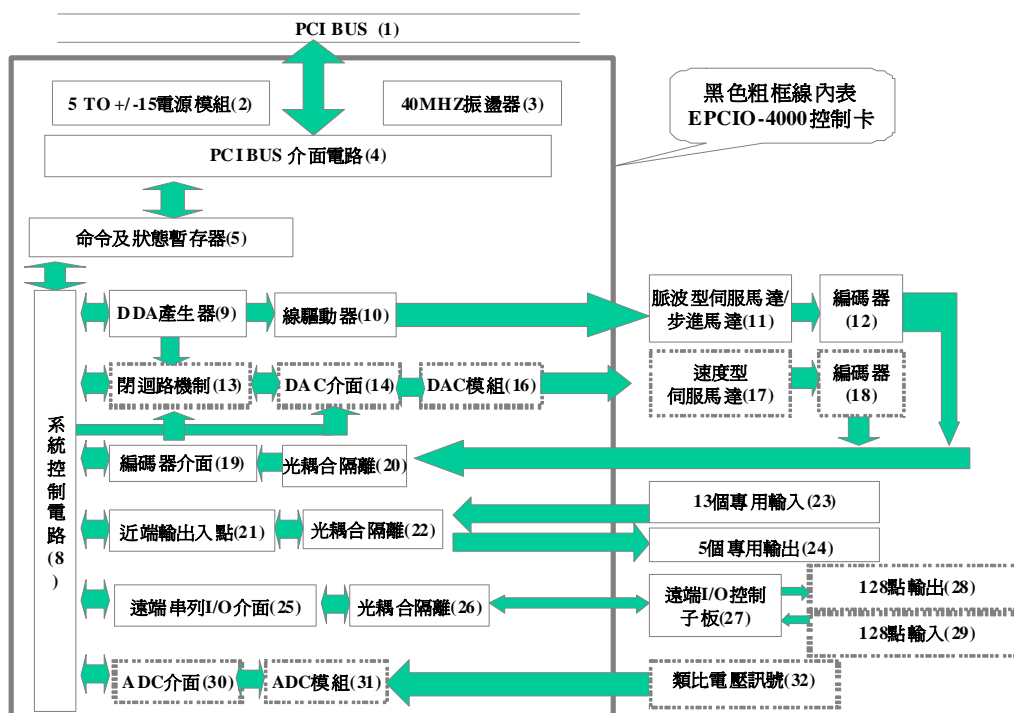

Fig.1-2
說明: Fig 1-2 虛線說明:
參考系統方塊圖Fig1-2，PC端藉由驅動程式或MCCL下達定位指令，並經由PCI BUS(1)傳至EPCIO-4000/4005 卡上之PCI BUS介面電路(4)，此時經由命令及狀態暫存器(5)及系統控制電路(8)解譯指令並驅動內部之DDA產生器(9)均勻送出脈波Pulse(可選擇為A/B Phase，CW/CCW，及Pulse/Direction等三種格式)，脈波再經由線驅動器(10)以Differential訊號型式送至外界馬達驅動器以驅動脈波型伺服馬達/步進馬達(11)，如有需要時馬達編碼器(12)訊號亦可經由光耦合隔離(20)進入編碼器介面(19)，再經由系統控制電路(8)放至命令及狀態暫存器(5)，供驅動程式讀取。
參考系統方塊圖Fig.1-2，PC端藉由驅動程式下達指令，並經由PCI BUS傳至EPCIO-4000，EPCIO ASIC此時解譯指令並驅動內部之DDA產生器(9)均勻送出脈波，脈波再送至閉迴路機制(13)，於此同時迴授馬達編碼器(18)之訊號(DIFFERENTIAL DRIVE 型式)經由連接頭進入EPCIO-4000，再經由光耦合隔離(20)接收及訊號隔離，進入編碼器介面(19)進行訊號處理(含濾波)，再送入閉迴路機制(13)進行計算。閉迴路機制(13)於是根據DDA送來的脈波數量及由編碼器迴授之脈波數量來作P法測迴授控制，並將處理之結果經由DAC介面(14)(D/A→數位轉類比)去驅動DAC模組(16)來產生-10V至+10V之電壓輸出訊號(速度命令)，最後再經由連接頭去驅動速度型伺服馬達(17)。
參考系統方塊圖Fig.1-2，PC端藉由驅動程式下指令，並經由PCI BUS至EPCIO-4000/4005上之ASIC，此ASIC便根據指令對近端輸出入點(21)讀取資料或寫入資料，其中輸出點經由光耦合隔離(22)並放大驅動能力後與外界連接而輸入點也是經過光耦合隔離(22)後進入至近端輸出入點(21)
參考系統方塊圖Fig.1-2，EPCIO-4000/4005使用機械所專利的遠端省配線IO設計，使用串列通訊方式透過遠端串列I/O介面(25)及光耦合隔離(26)與遠端I/O控制子板(27)串接，最大可擴充至128點輸出(28)及128點輸入(29)
參考系統方塊圖Fig.1-2，可將 6 組類比電壓訊號(32)(選擇-5V至 5V或 0~10V範圍)接至ADC模組(31)，EPCIO-4000 再藉由ADC 介面(30)讀取輸入電壓值(12-bit 解析度)
參考系統方塊圖 Fig.1-2，EPCIO-4000 藉由 系統控制電路(8) 直接下命令至 DAC 界面(14) 再藉由 DAC 模組(16) 轉換成類比電壓命令輸出，控制板在出廠時的電壓偏移量會調整至接近 0 伏特，當使用者單獨使用 DAC 功能時，並不需要調整電壓偏移量。